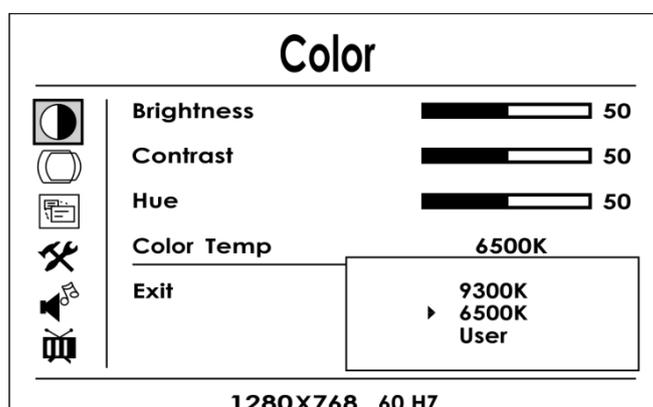

Fig. 06
Dopo aver scelto quale dei parametri modificare, premere nuovamente il pulsante **menu (06)** per vedere le varie opzioni collegate. Per scegliere una di queste opzioni, premere il pulsante **menu (06)**. Cfr. Fig. 06.